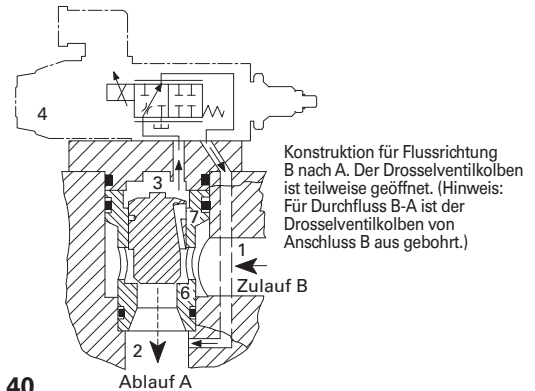

Abbildung 40
Öffnet das Vorsteuerventil (4) (Bild 40) um einen bestimmten Querschnitt, dann öffnet analog dazu auch der Steuerschlitz (5) um den
Wenn das Vorsteuerventil (4) öffnet (Abbildung 40), sinkt der Druck im Steuerraum (3) ab und der Hauptkolben bewegt sich aus dem Sitz (6) nach oben. Der Steuerschlitz (5) wird an der Steuerkante (7) geöffnet und es fließt ein Steueröl-Volumenstrom über das Vorsteuerventil (4) zum Verbraucher (2). Am Anfang entspricht der Steueröl-Volumenstrom durch das Vorsteuerventil (4) dem Volumenstrom durch den Steuerschlitz (5) zuzüglich des Volumenstroms, der sich aus der Öffnungsbewegung des Hauptkolbens ergibt.